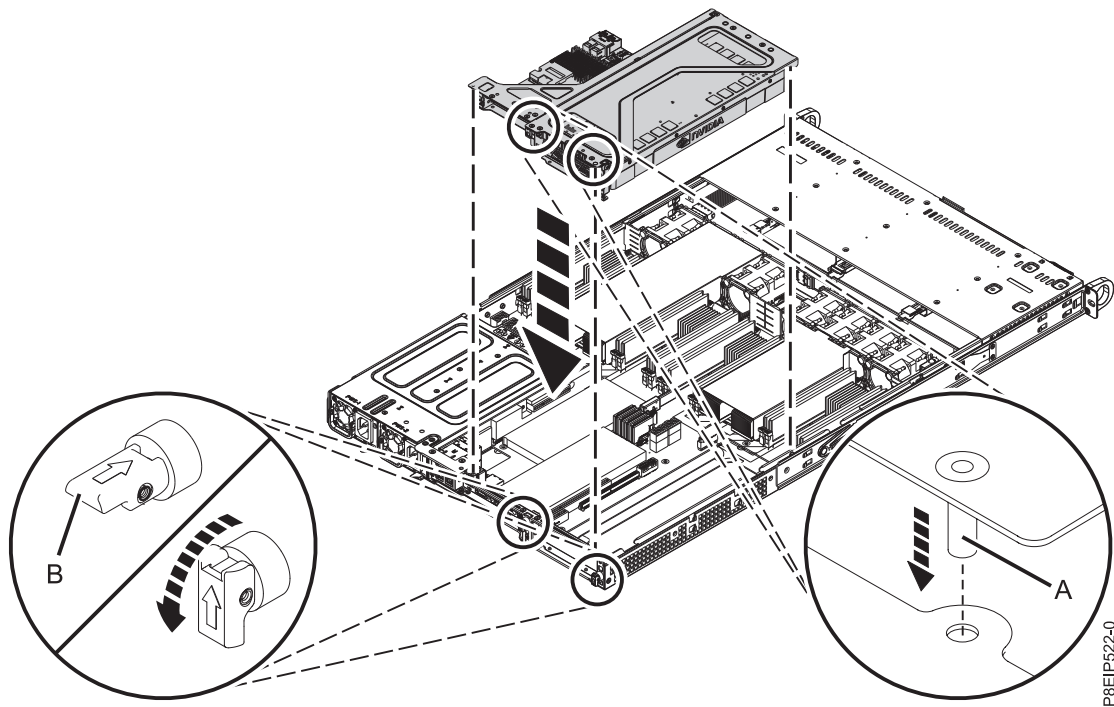

図 17. PCIe ライザーの再取り付け
6. PCIe アダプター・ライザーとそれに収容されているカードをシステム・バックプレーンにはめ込みます (19 ページの図 17 を参照)。
- a. PCIe ホルダー解放ピン (B) が引っ込められ、矢印がシステムの方向を指していることを確認します。
- b. 位置合わせピン (A) とスロットを使用して、ライザー・カードを正しく挿入し、カバーを再取り付けします。